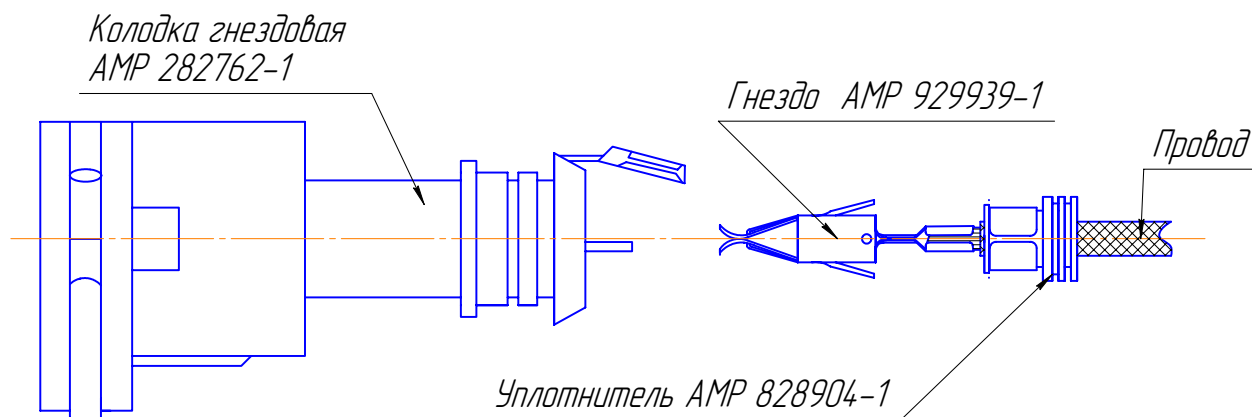

Рис.8.9- Расположение колодки и гнезда перед монтажом
- в) на провода установить уплотнители согласно рис. 8.9;
- д) установить гнездо в колодку согласно рис. 8.9.